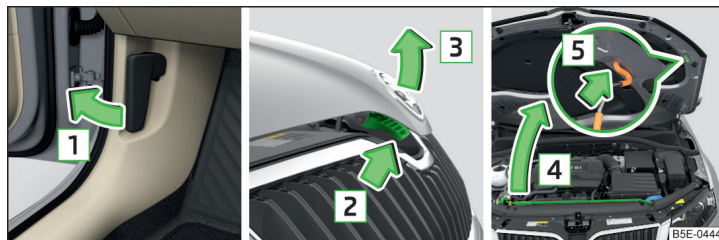

Fig. 203 Ouverture du capot
- Tirez sur la manette de déverrouillage en dessous du tableau de bord dans le sens de la flèche **1** » fig. 203.